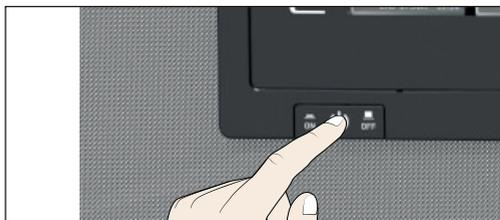

Fig. 17 Spegner l'apparecchio
3. Spegner l'apparecchio dall'interruttore principale (Fig. 17).